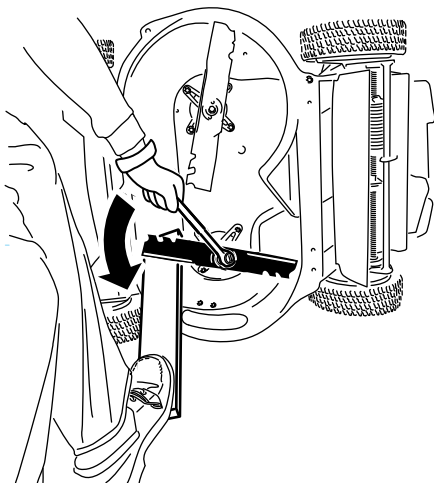

Figura 36
1. Utilizați un bloc de lemn pentru a fixa fiecare lamă și rotiți urubul lamei în sens invers acelor de ceasornic, așa cum se indică în Figura 36.